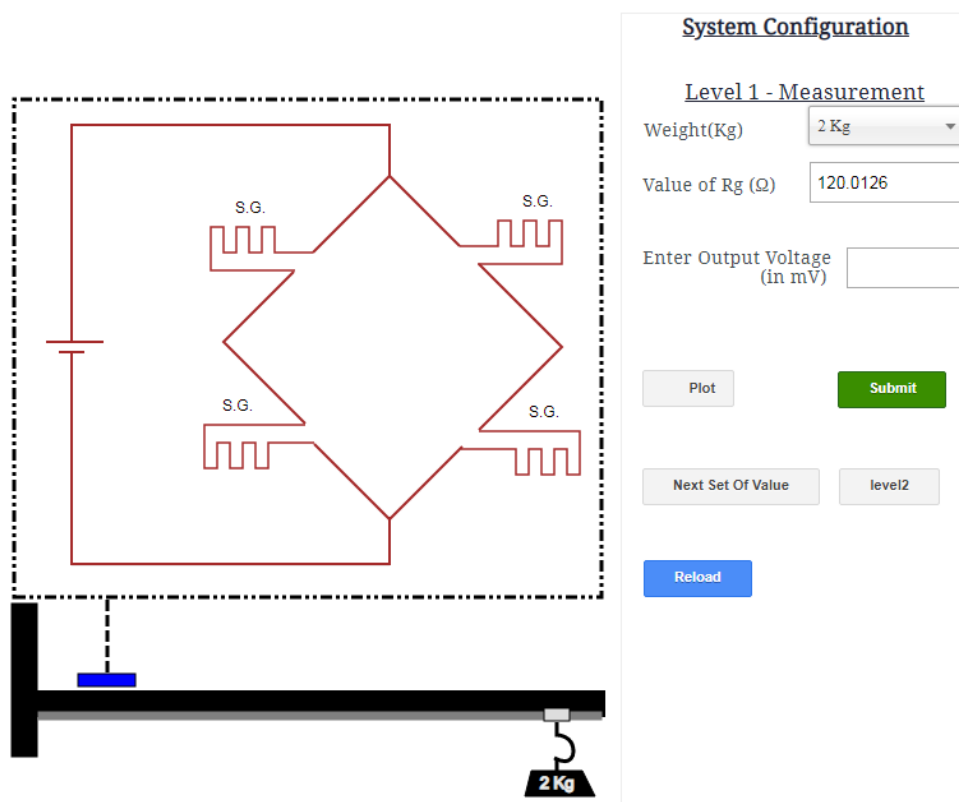

Figura 2. Simulador de puente completo
- 1) Realizar los tres experimentos simulados propuestos en el siguiente link <http://sl-coep.vlabs.ac.in/StrainGuage/Aim.html?domain=Electrical%20Engineering&lab=Sensor%20Lab> (ver figura 2)